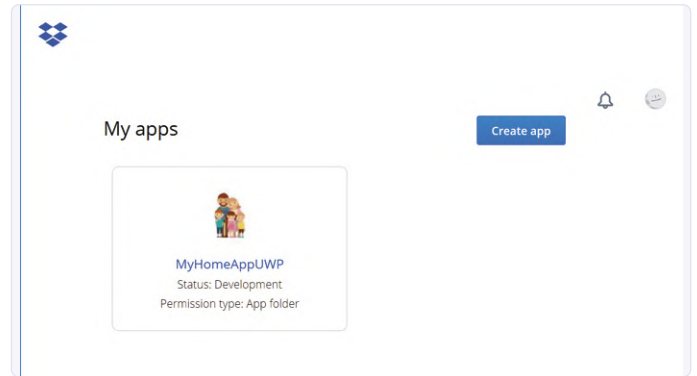

Figure 4. Sur le portail des développeurs de Dropbox, vous devez mettre en place une application.
- **Intégration du stockage en nuage** : pour afficher des photos, il est préférable d'accéder à l'un des systèmes de stockage en nuage habituels tels que Dropbox ou OneDrive. Pour l'accès via des applications externes, ces services offrent leur propre API et également un SDK pour de nombreux langages de programmation. La version gratuite de Dropbox offre 5 Go d'espace de stockage, entre autres pour des photos. Sur le portail en ligne, vous pouvez accéder directement à la zone des développeurs. Installez une application sur Dropbox (**fig. 4**). Vous pouvez utiliser le portail pour configurer l'application, par exemple quel dossier de Dropbox doit être accessible. Il existe plusieurs façons d'accéder aux données (photos) de Dropbox depuis l'extérieur du portail, en utilisant un nom d'utilisateur et un mot de passe (authentification) ou sans interaction de l'utilisateur avec une clé unique (*Key, App Secret*). Cette dernière variante est optimale pour nous, car l'application s'identifie simplement sur Dropbox avec une telle clé. Nous utilisons le SDK pour .NET